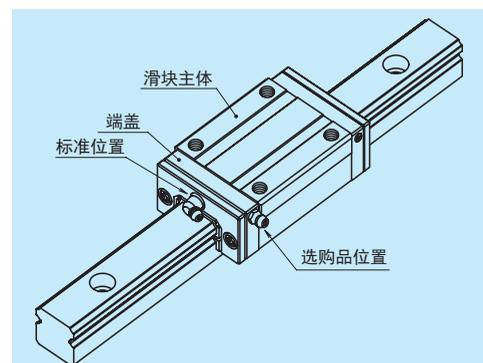

图 12 润滑用零件安装位置
- 润滑脂注入嘴标准型号的位置是安装在滑块的端面，作为选购品也可安装在端盖的侧面。(图 12) 将润滑脂注入嘴和专用配管接头安装到滑块主体上面或侧面时，请向 NSK 咨询。